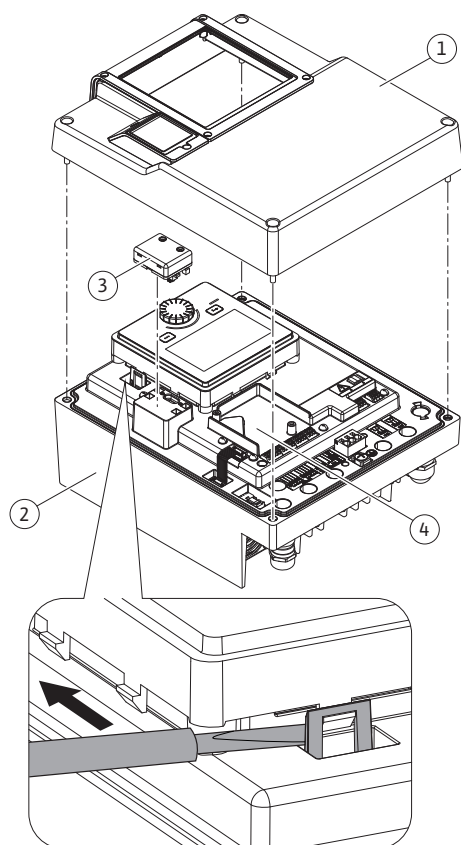
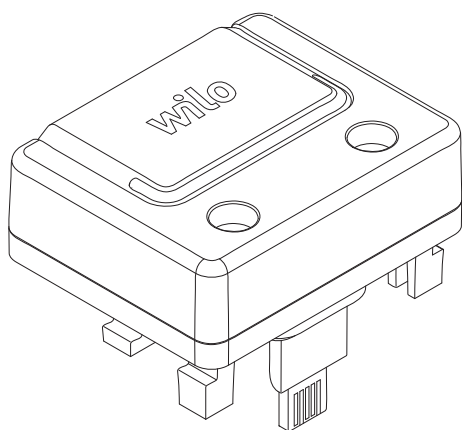

Fig. 30: Электронный модуль
Fig. 31: Модуль Wilo-Smart Connect BT
1. Осторожно открыть фиксаторы (Fig. 30) инструментом (например, отверткой).
Интерфейс Bluetooth модуля Wilo-Smart Connect BT (Fig. 30, поз. 3 и Fig. 31) служит для подключения к мобильным терминалам, таким как смартфон и планшет. В приложении Wilo-Assistant имеется функция Wilo-Smart Connect. Функция Wilo-Smart Connect позволяет управлять насосом, выполнять его настройку и считывать его данные. См. настройки в главе «Ввод в эксплуатацию» [► 58].
1. Открутить четыре винта верхней части электронного модуля (Fig. 30, поз. 1; Fig. I, поз. 2).
3. Подсоединить модуль Wilo-Smart Connect BT к предусмотренному интерфейсу Wilo-Connectivity Interface. См. Fig. 30, поз. 3.
Модули CIF (принадлежности) обеспечивают связь между насосом и СУЗ. Модули CIF устанавливаются в электронный модуль (Fig. 30, поз. 4).